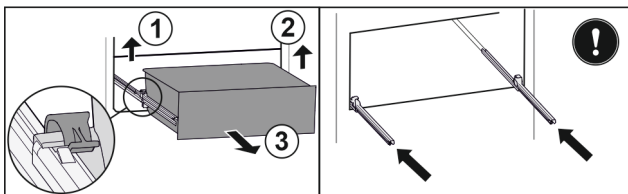

Fig. 111
- ▶ Emelje fel a bal oldali kapcsot, és ezzel egyszerre húzza előre felé a fiók bal oldalát. Fig. 111 (1)
- ▶ Emelje fel a jobb oldali kapcsot, és ezzel egyszerre húzza előre felé a fiók jobb oldalát. Fig. 111 (2)
- ▶ Vegye ki a fiókot előre felé. Fig. 111 (3)